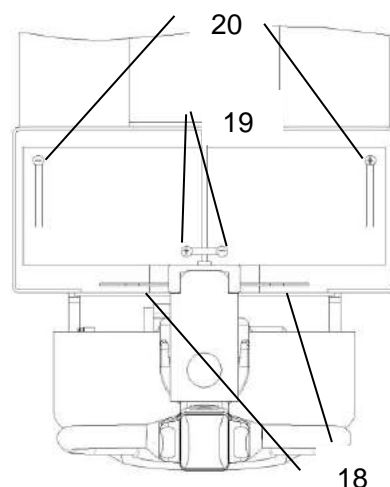

Рис.14: Замена аккумулятора
Припарковать тележку в безопасной зоне и выключить ее с помощью комбинированной аварийной кнопки (3). Открутить 2 винта, закрепляющих основную крышку (18, рис. 14).
После закрытия бака для гидравлического масла защитной крышкой (21, рис. 15, только ЕРТ 15), открутить винты сначала отрицательной клеммы (19, рис. 14), затем винты положительной клеммы (20, рис. 14) и убрать провода в сторону. Открутить нижние винты электромонтажного щита (22, рис. 15). Затем открутить 2 фиксирующих винта (23).
Поставить новый аккумулятор и закрепить клеммы согласно рис. 14.